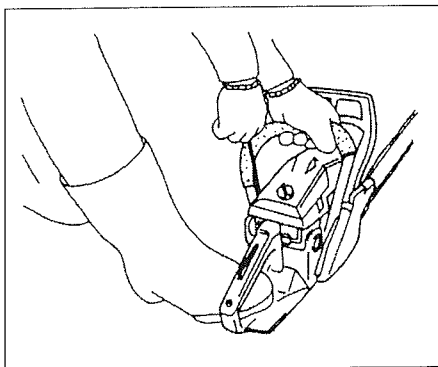

Fig.2-4
3. Pull recoil starter slowly until you feel compression resistance, and then pull briskly, taking care to keep the handle in your grasp and not allowing it to snap back. (Fig. 2-4)
3. Tirer lentement sur la poignée du lanceur jusqu'à ce que vous sentiez une résistance de compression, puis tirer vivement tout en prenant soin de bien conserver la poignée en main et de ne pas laisser revenir brutalement. (Fig. 2-4)
3. Tirare lentamente l'avviatore autoavvolgente finché si avverte la resistenza della compressione, quindi tirarlo rapidamente facendo attenzione a tenere saldamente l'impugnatura in modo che non sfugga dalla presa e non scatti all'indietro. (Fig. 2-4)
- Den Zugstarter langsam herausziehen, bis Kompressionswiderstand zu fühlen ist, und ihn dann kräftig ziehen. Den Griff dabei gut festhalten, um einen Rückschlag zu vermeiden. (Fig. 2-4)
- Tire lentamente el arrancador de retroceso hasta que usted sienta la compresión resistente, luego, tire con fuerza, teniendo cuidado con mantener aganado el volante sin permitir el movimiento de retroceso. (Fig. 2-4)
- Drag sakt i starthandtaget tills Du känner kompressionsmotstånd, och drag sedan kraftigt samtidigt som Du ser till att Du har handtaget kvar i handen och inte låter det släppas tillbaka. (Fig. 2-4)